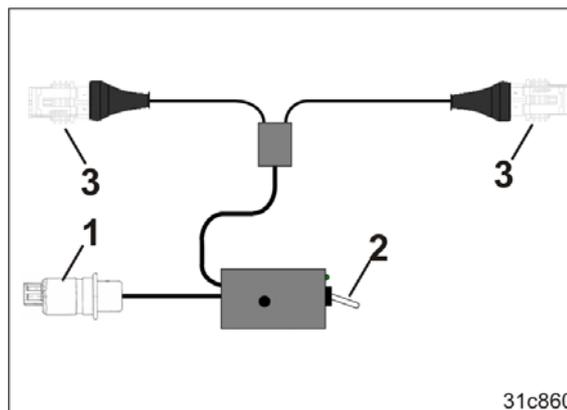

Fig. 149
18. Den Stecker (Fig. 149/1) der Scharrahmen-Beleuchtung in die Steckdose in der Traktorkabine einstecken.
Der Schalter (Fig. 149/2) dient zum Ein- und Ausschalten der Beleuchtung (Fig. 149/3).